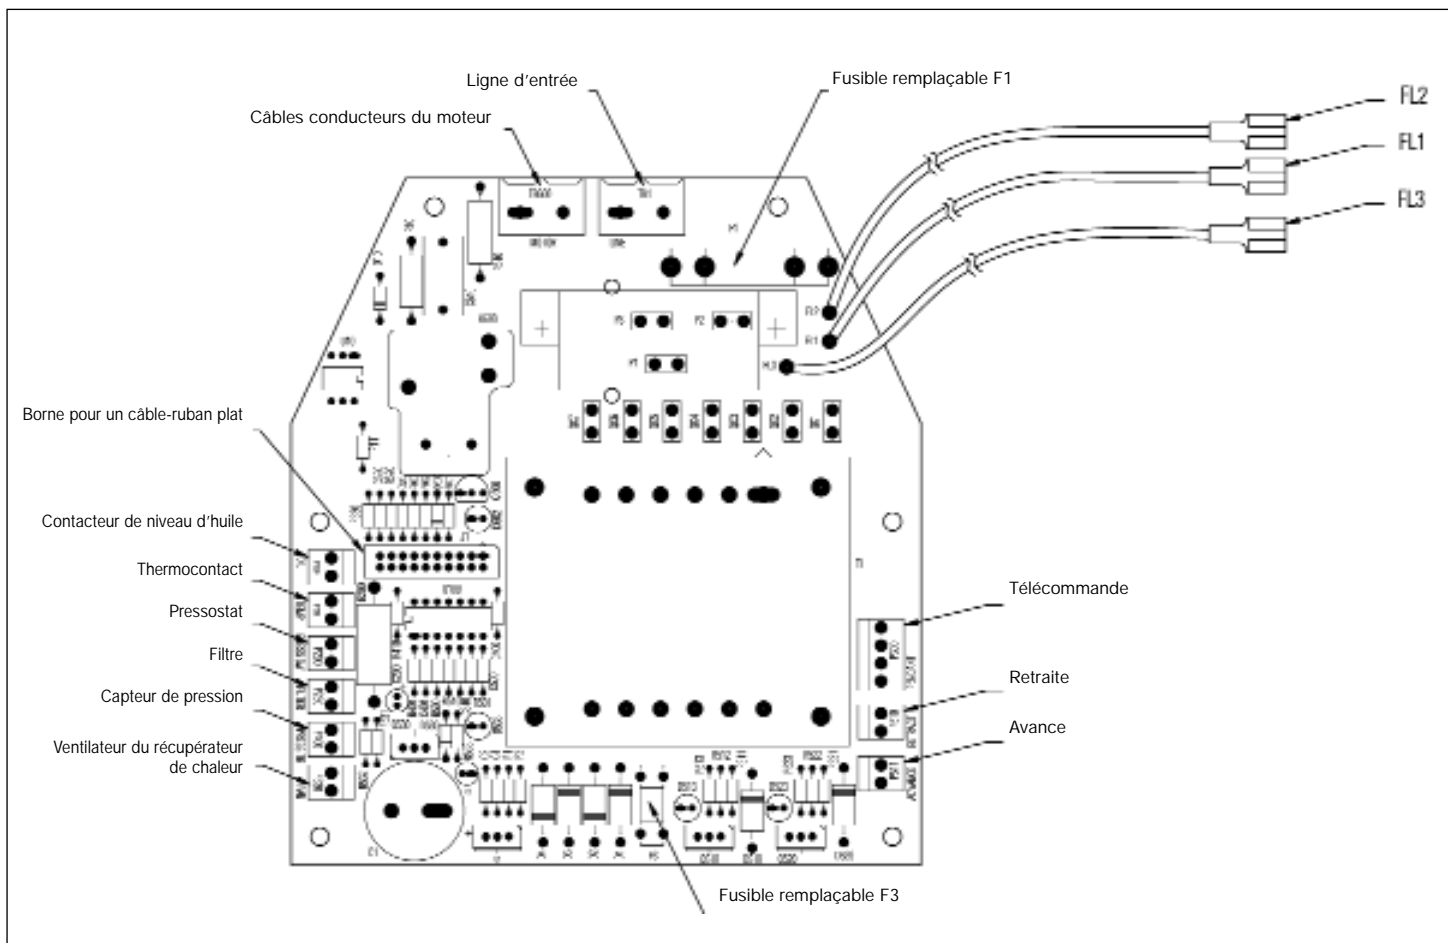

Figure 12, Configuration de la carte d'alimentation électrique
Le capteur de pression, le Echangeur de chaleur, le pressostat, le télécommande / l'interrupteur à pied, les électrovalves (A) et (B) sont fournis avec les connecteurs qui se connectent aux prises adéquates trouvées sur la carte d'alimentation électrique (Figure 12).
Débranchez l'unité de la source d'alimentation électrique avant d'ouvrir le protecteur de contact. Enlevez la moitié du protecteur de contact du LCD et un petit bouchon du support frontal. Acheminez le cordon à travers du support frontal, branchez-le à la carte d'alimentation (voir figure 12) et fixez le protecteur de cordon. Installez la moitié du protecteur de contact.
Débrancher l'unité de la source d'alimentation avant d'ouvrir le carénage. Enlever la moitié ACL du carénage et un petit bouchon du support avant. Acheminer le fil du manocontact à travers le support avant, le brancher à la carte d'alimentation (voir figure 12) et fixer un réducteur de tension.